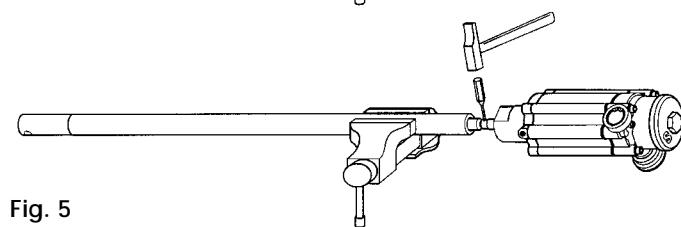

Fig. 5
3. Remove the pin and unthread the rod (43) until it is loosened (Fig. 5).
3. Quitar el pasador (34) con botador y desenroscar el eje de conexión (43) hasta soltarse (Fig. 5).
3. Retirer le goujon (34) à l'aide d'un repousoir et desserrer l'axe de connexion (43) jusqu'à ce que ce dernier se lâche (Fig. 5).